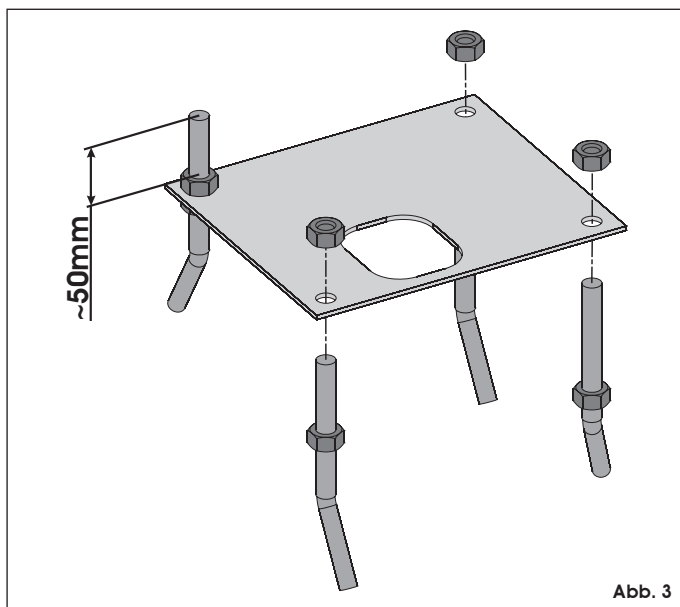

Abb. 3
1. Die Grundplatte laut Abb. 3 montieren.